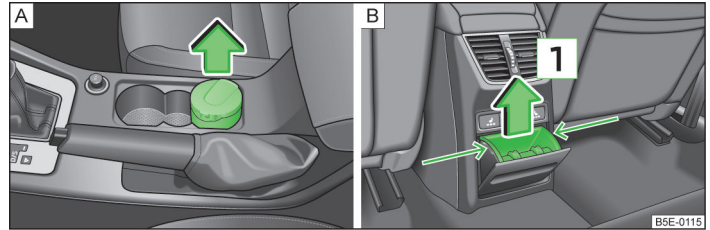

Abb. 64 Aschenbecher: vorn / hinten
- Den Aschenbecher » Abb. 64 - A in Pfeilrichtung herausnehmen.
- Den Einsatz im mit Pfeilen gekennzeichneten Bereich fassen und in Pfeilrichtung » Abb. 64 - B herausnehmen.